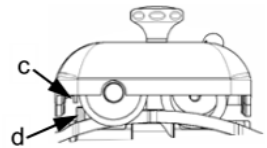

Abb. 26
4. Lassen Sie die Kappe los, der Zapfen (c) muss auf der Gegenhülse (d) einschnappen (Abb. 26);